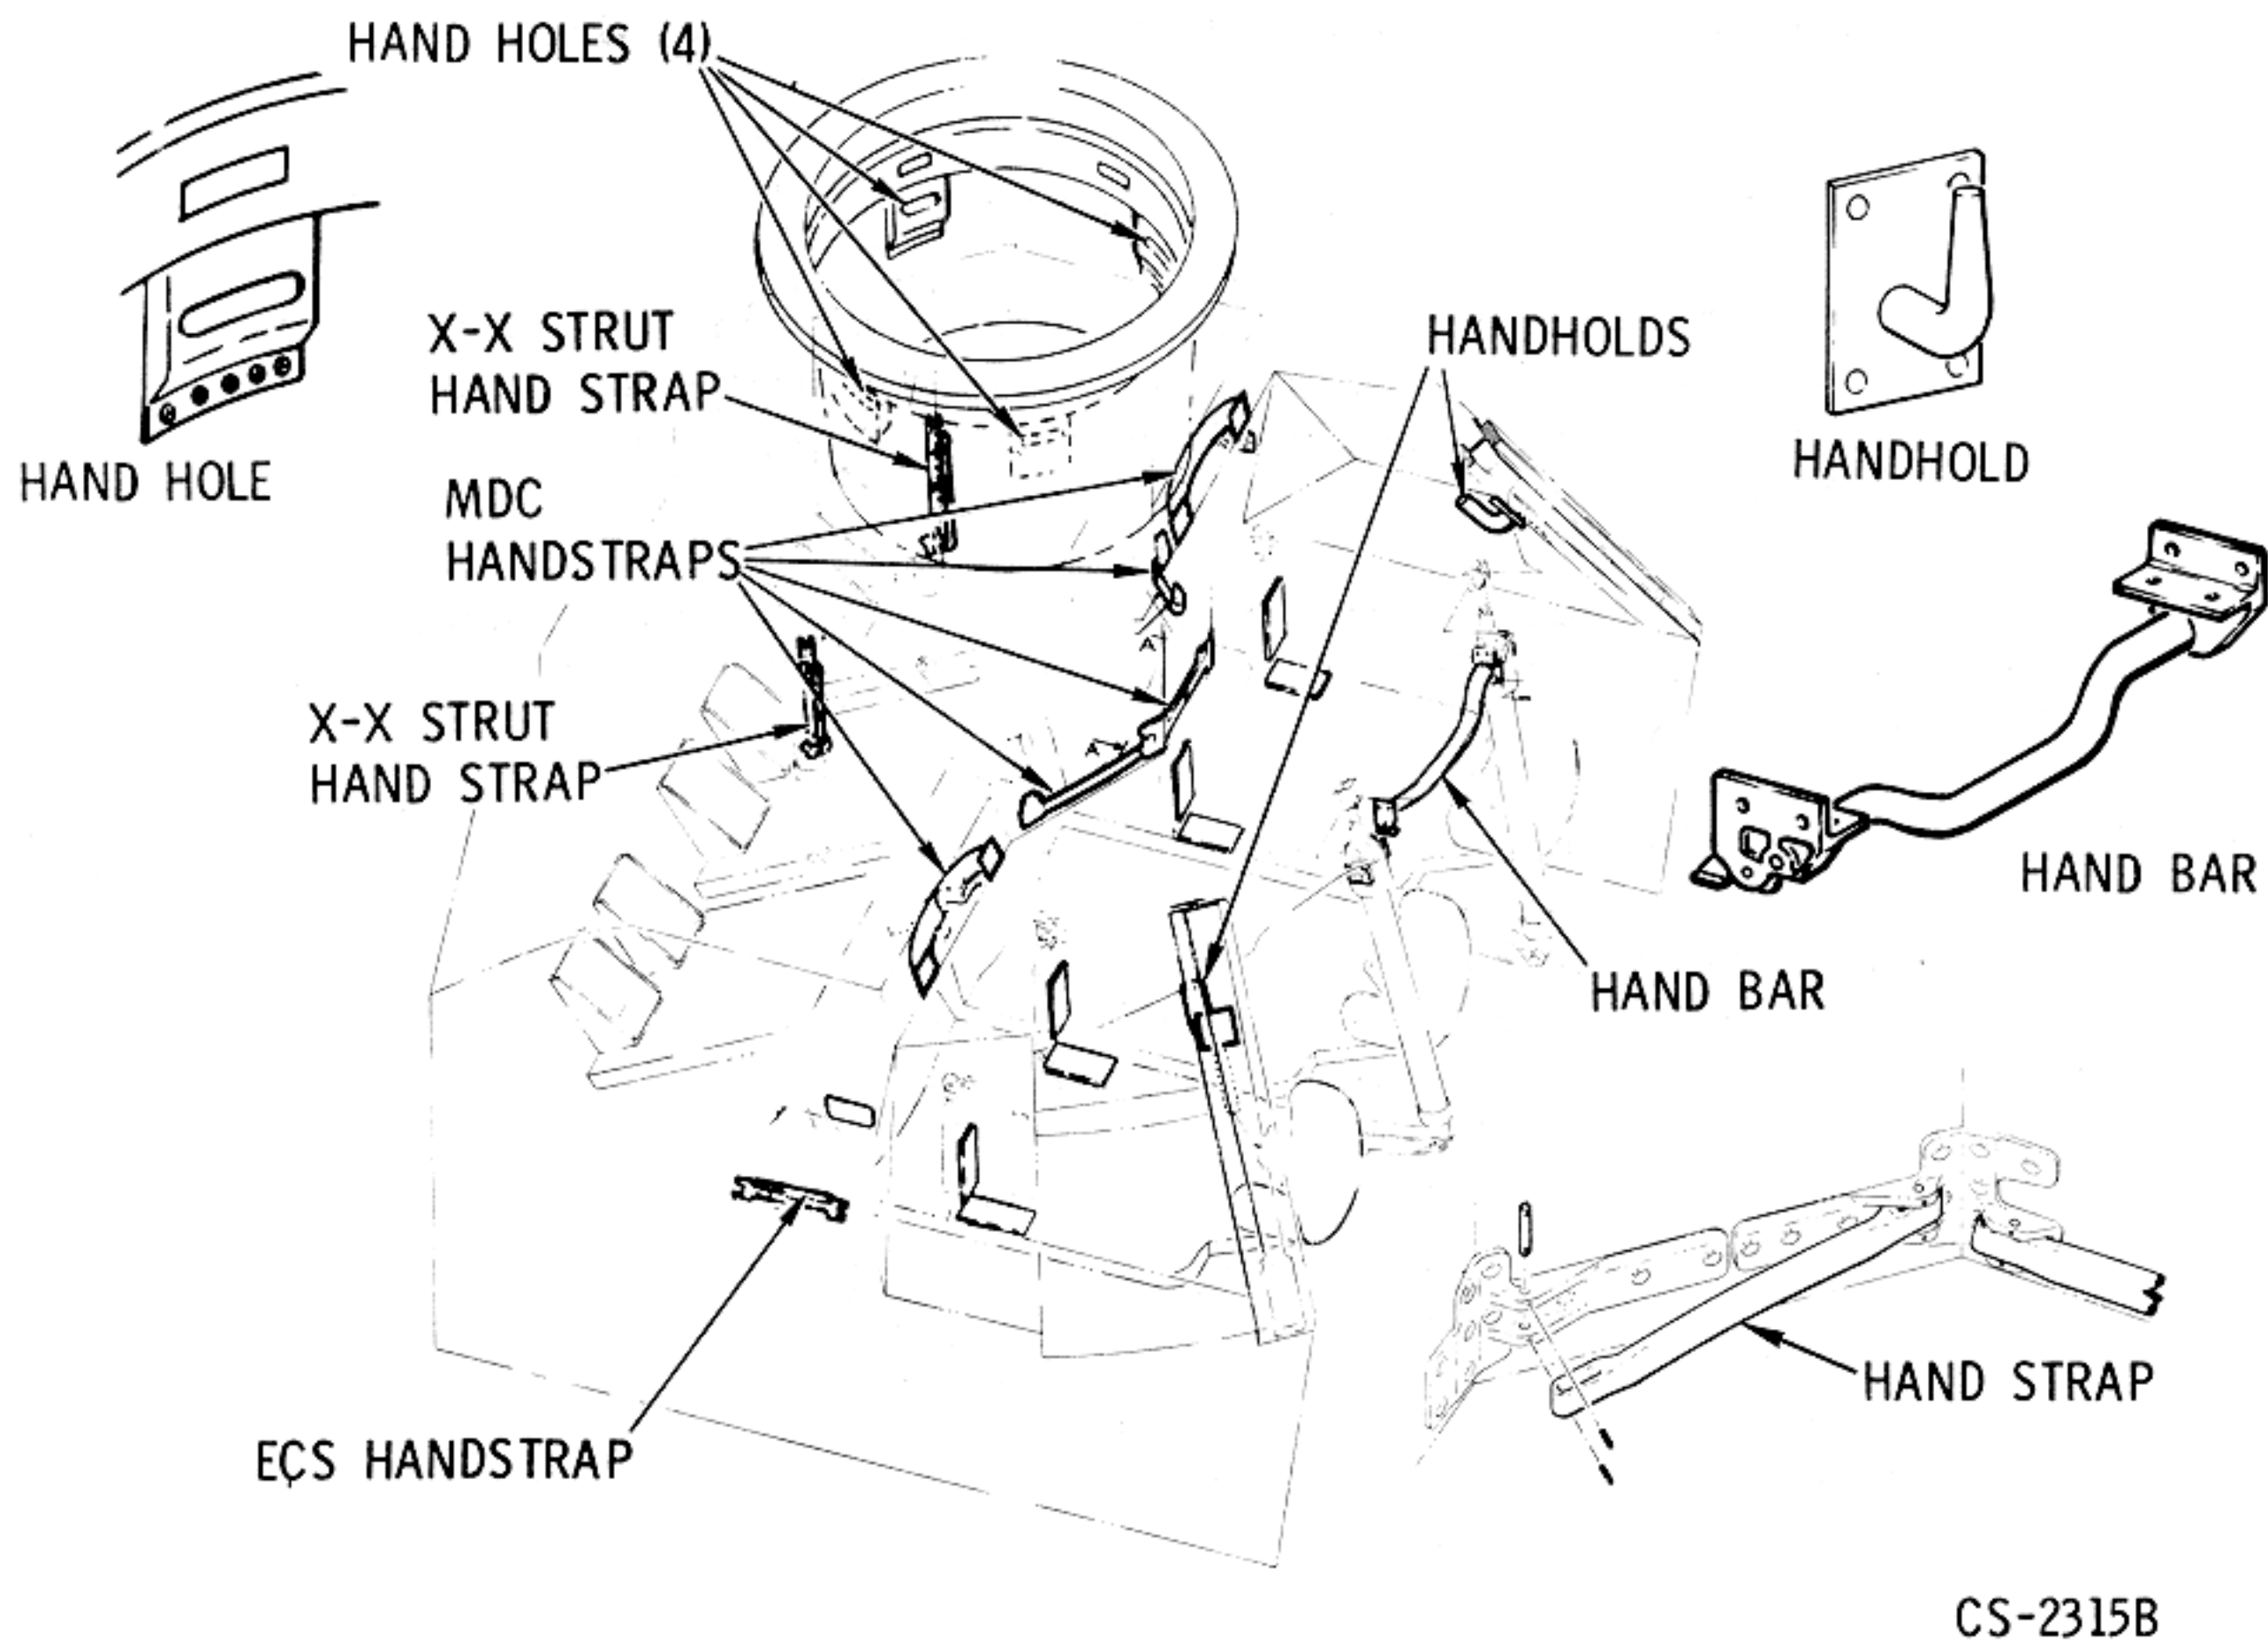

Figure 2.12-9. Handholds, Hand Straps and Hand Bar
#### 2.12.3.1.2 Handholds (Figure 2.12-9).
2.12.3.1.3 Hand Bar (Figure 2.12-9).
2.12.3.2.1 Hand Straps (Figure 2.12-9).